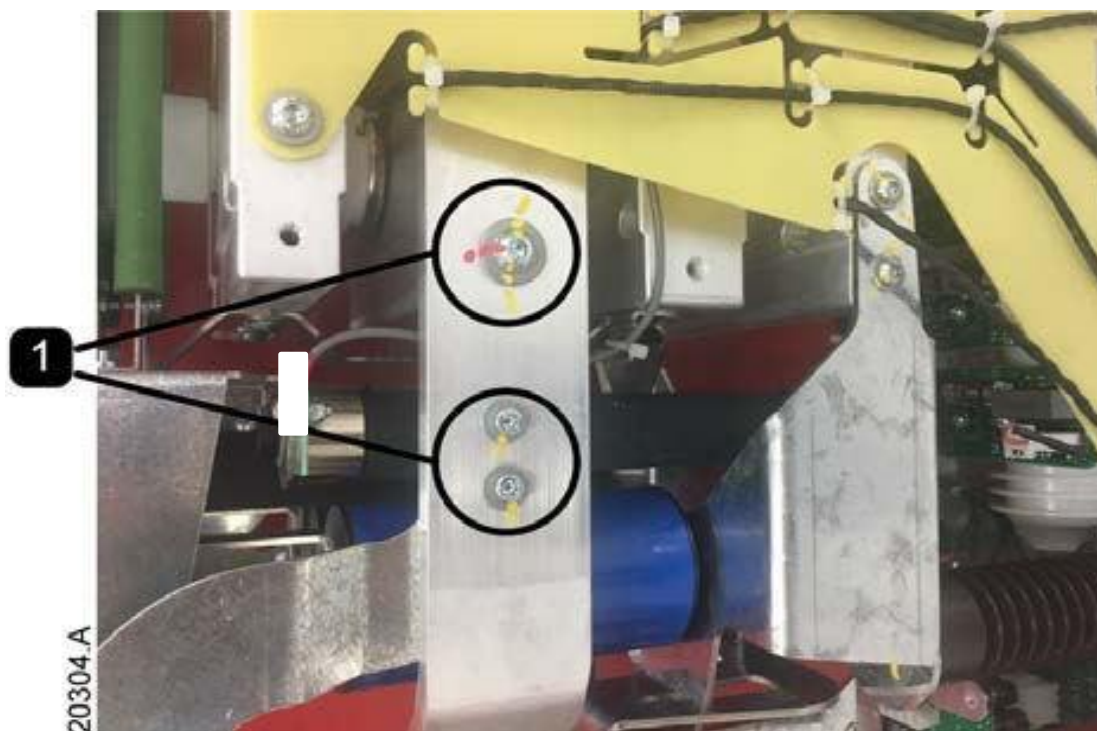

Рис. 9.1 – Проверка силового блока, все важные болтовые соединения силового блока проверены и промаркированы изготовителем (1)
- Все важные болтовые соединения силового блока проверены и промаркированы изготовителем (рис. 9.1). Проверьте целостность всей маркировки. Если какие-либо маркировки нарушены, обращайтесь к своему местному поставщику. См. п. 7.5 «Подключение силовой цепи» в котором приведены сведения о клеммах фазной сборки.